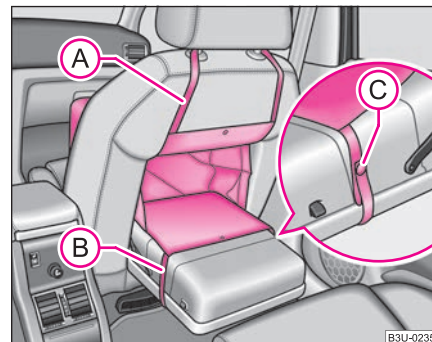

Fig. 61 Asiento del acompañante: Saco protector
- Tire de la correa **(A)** a través de la abertura en el asiento del acompañante y tire de ella por encima del reposacabezas ⇒ fig. 61.